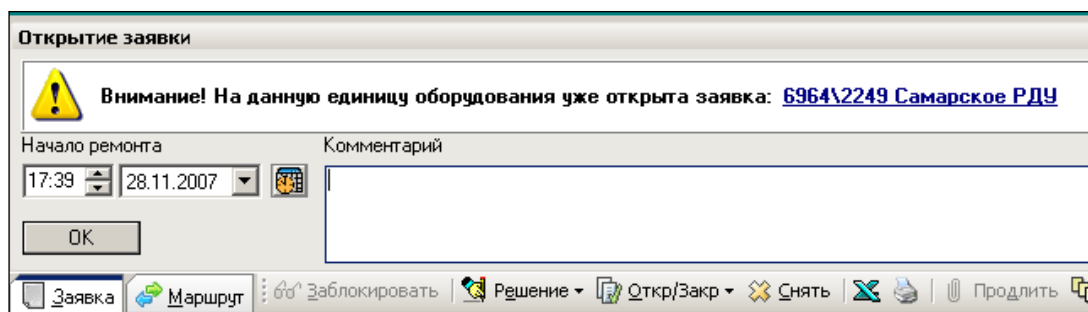

Рисунок 16.6 – Предупреждение при открытии заявки
- **«При открытии заявки проверять наличие открытых заявок на то же оборудование»**. При установке данного флага во время открытия заявки будет проводиться проверка на наличие уже имеющихся открытых заявок на текущую единицу оборудования. Если уже имеются открытые заявки на то же оборудование (состояние заявки – «Открытая»), то появится предупреждение (Рисунок 16.6).